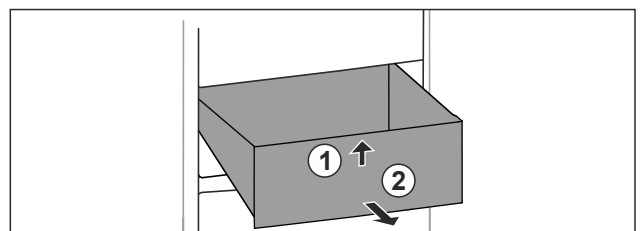

Fig. 77
- Sollevare il cassetto dal davanti. Fig. 77 (1)
- Rimuovere il cassetto tirandolo in avanti. Fig. 77 (2)